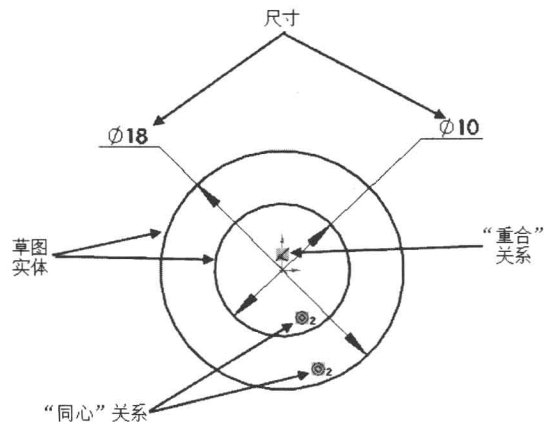

图 1-10 草图的构成
在每一幅草图中，一般都包含下列几类信息，如图 1-10 所示。
- 2) 几何关系：表明草图实体或草图实体之间的关系，例如，在图 1-10 中两个圆“同心”，圆心与原点“重合”，这些都是草图中的几何关系。
- 3) 尺寸：标注草图实体大小的是尺寸。尺寸可以用来驱动草图实体和形状发生变化。如图 1-10 所示，当尺寸数值，如 $\phi 18$ 改变时可以改变外圆的大小，因此草图中的尺寸是驱动尺寸。
从图 1-10 可以看出，通过几何体（两个圆）、几何关系（同心、重合）、尺寸（ $\phi 18$ ， $\phi 10$ ）形成了一个完成的草图。因此说，草图实体、几何关系、尺寸是组成草图的三要素。